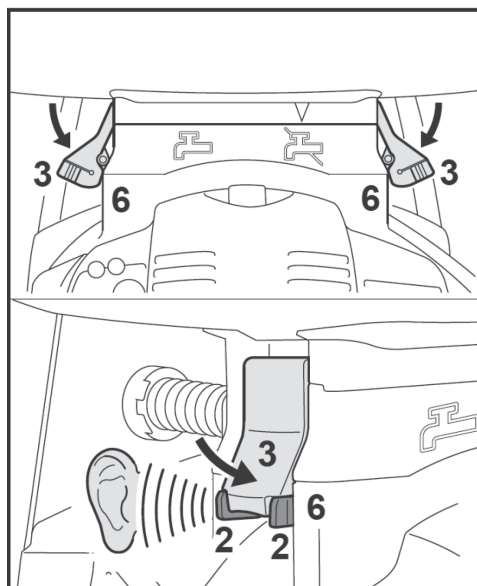

Рис. 36
- Нажмите на защелки (3), пока края защелок (2) не встанут на свои места (6) с характерным щелчком (рис. 36).